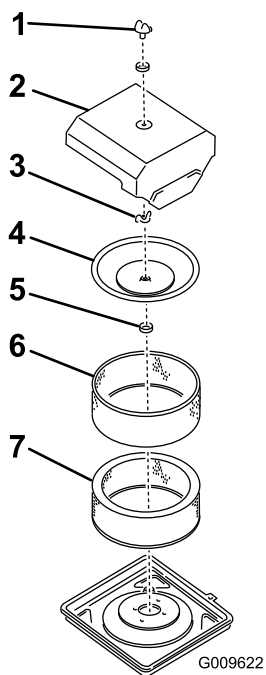

Figure 31
1. Retirez le bouton, le joint torique et le couvercle du filtre à air (Figure 31).
4. Installez l'élément avec le préfiltre, le joint d'aération, le couvercle intérieur, l'écrou à oreilles, le couvercle du filtre à air, le joint torique et le bouton (Figure 31).